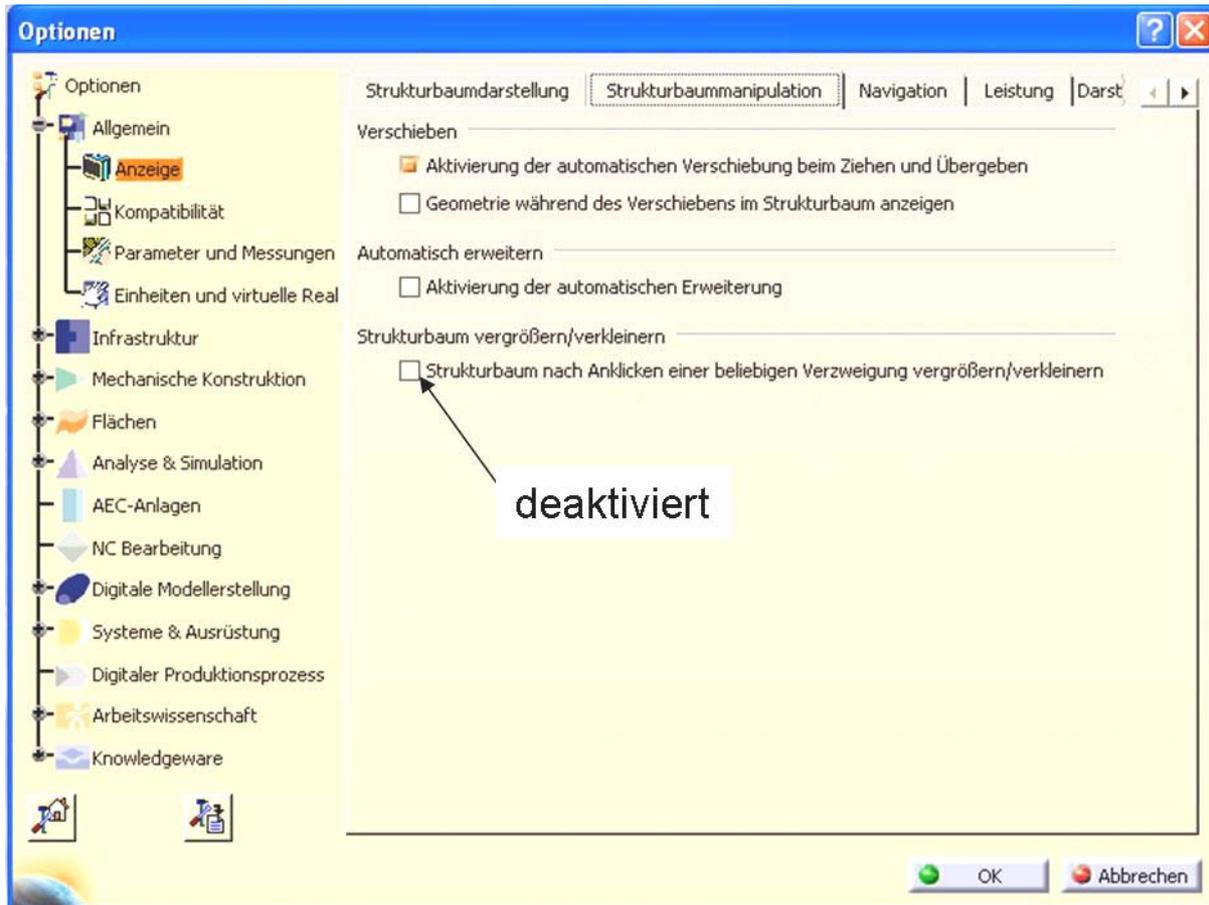

Abb. 7: Tab „Strukturbaummanipulation“
- Im Tab „Strukturbaummanipulation“ schalten Sie den Punkt „Strukturbaum vergrößern/verkleinern“ aus (siehe **Abb. 7**). Dadurch wird bei einem Fehlklick auf dem Strukturbaum verhindert, dass Sie ihn unbeabsichtigt in Größe und Lage verändern.